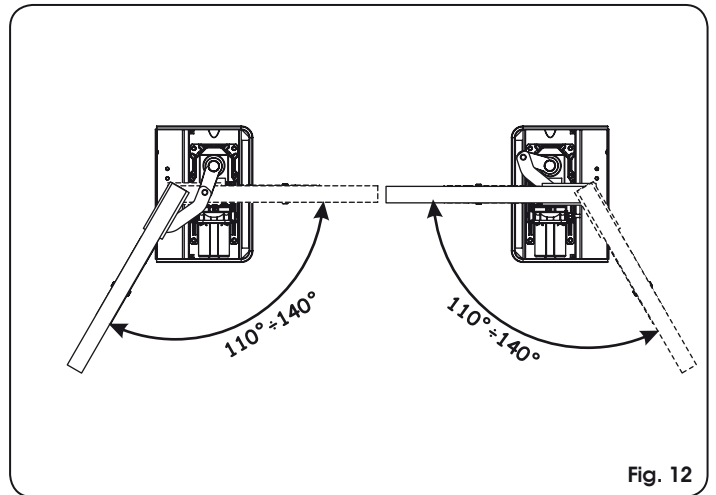

Fig. 12
*Para definir la exacta colocación del operador con las palancas para aperturas a 110° y 140°, hágase referencia a la fig. 12. El piñón del actuador debe quedar ubicado en el lado opuesto al sentido de apertura de las hojas.*